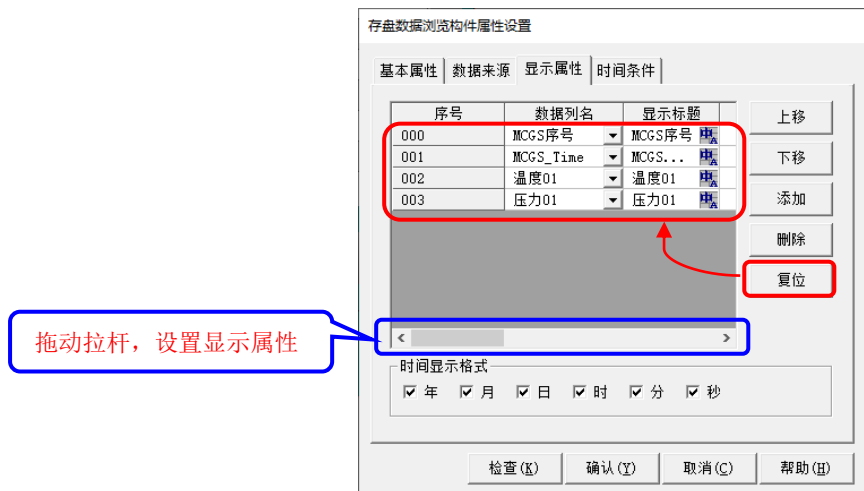

图 5.2-16 设置显示属性
- ⑤ 设置显示属性：如图 5.2-16，在构件“显示属性”页，点击“复位”，存盘浏览构件自动获取组对象“储水罐数据”的成员列表，用户还可以在成员列表中设置数据的显示格式等。